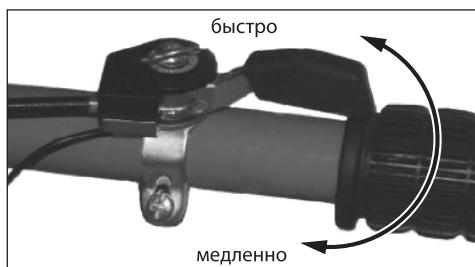

рис. 13
- Установите регулятор оборотов в положение «БЫСТРО» (рис. 13).
3. Установите регулятор оборотов в крайнее левое положение «МЕДЛЕННО» (рис. 13).
5. Установите обороты двигателя: при перемещении в крайнее правое положение обороты максимальные, в крайнее левое – минимальные (рис. 13).